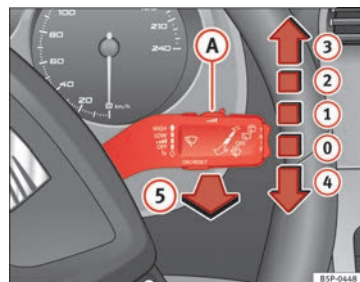

Fig. 84 Leva dei tergi-lavacristalli
Posizioni della leva dei tergicristalli ⇒ fig. 84:
- Se, quando è attivo il livello di tergiture ② ⇒ fig. 84 oppure il livello ③, ci si ferma, la velocità di movimento dei tergicristalli passa automaticamente al livello immediatamente inferiore. Non appena si riparte, i tergicristalli tornano a funzionare secondo la posizione selezionata originariamente.